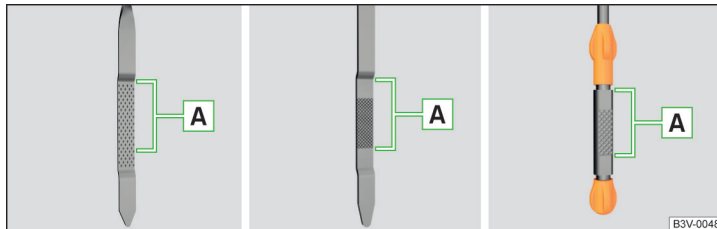

Fig. 332 Variantes de jauge de niveau d'huile
L'huile doit ensuite arriver au niveau de **A** » fig. 332. Si le niveau d'huile est en-dessous du niveau **A**, remplissez d'huile.
- Le niveau d'huile ne doit jamais être au-delà du niveau **A** » fig. 332 - risque d'endommagement du moteur et du système d'échappement.